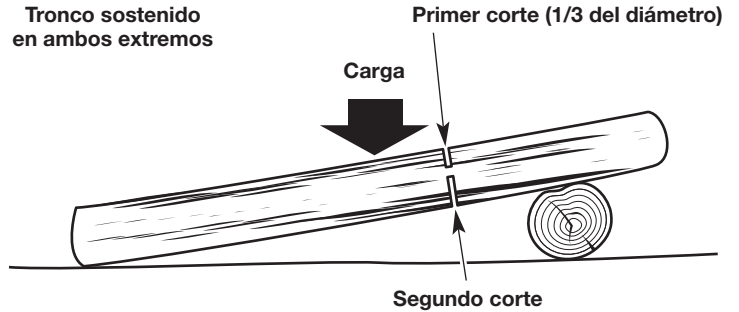

Fig. 23
- Si el tronco está sostenido en dos extremos (Fig. 23), haga el primer corte desde el lado de arriba (tronzo desde arriba). Consulte *Tronzo desde arriba*.